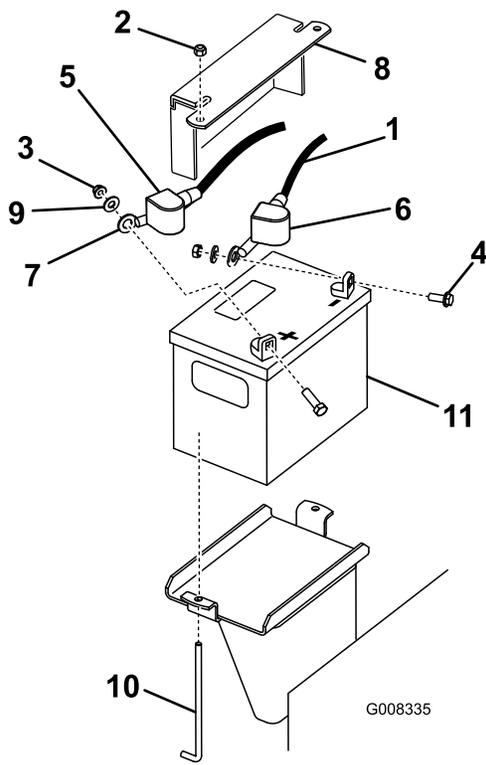

Figura 42
3. Togliete il cappuccio di gomma nero dal cavo negativo. Staccate il cavo negativo della batteria dal morsetto negativo (-) della batteria (Figura 42).
1. Posizionate la batteria nella macchina (Figura 42).
3. Montate innanzi tutto il cavo positivo (rosso) della batteria sul morsetto positivo (+) della batteria con un dado, una rondella e un bullone.(Figura 42). Infilate il cappuccio di gomma sul polo.
4. Montate quindi il cavo negativo della batteria e il filo di messa a terra sul morsetto negativo (-) della batteria con un dado, una rondella e un bullone.(Figura 42). Infilate il cappuccio di gomma sul polo.